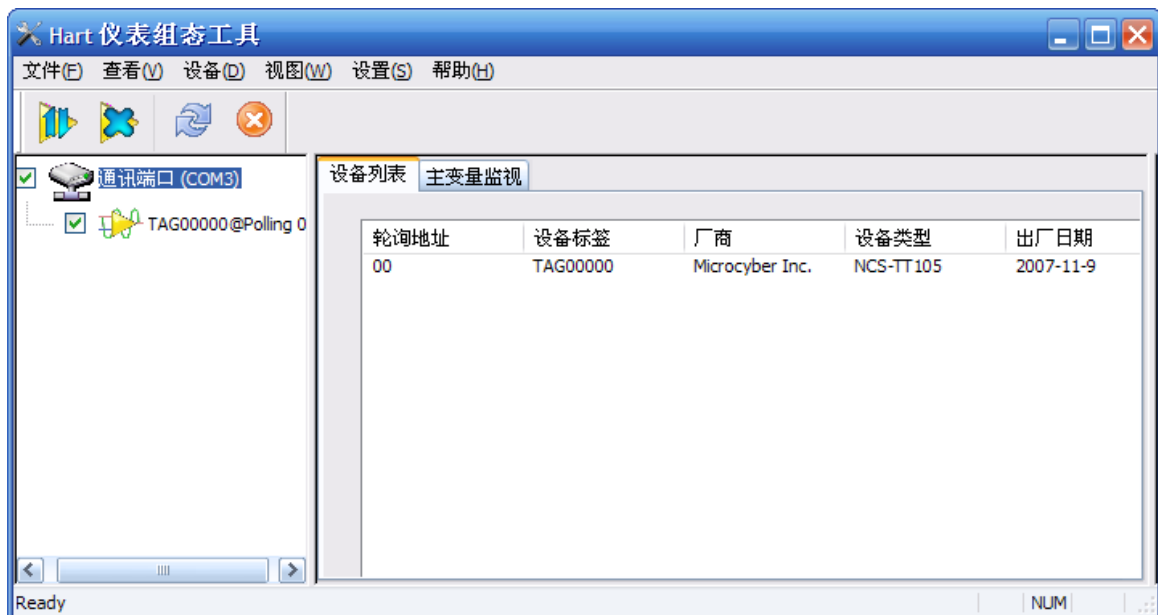

图 5.18 设备列表选项卡
- (1) 鼠标左键点击网络视图中串口结点（例如：COM1），右侧选项卡视图显示该串口所连接网络的所有在线设备相关的选项卡信息。
- (2) 点击右侧选项卡视图中的“设备列表”，如果获取信息成功，则显示所有已搜索到的在线设备的概要信息，如图 5.18 所示。